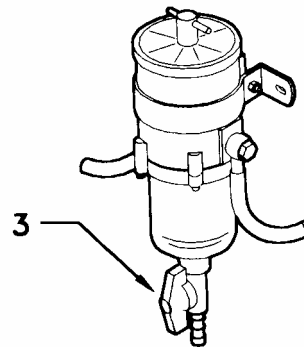

Fig. 7.6
Désserrer la colombe (3) (Fig. 7.6) placée sur la partie inférieure du bac en verre et faite sortir toute l'eau accumulée. Refermer la colombe et contrôler qu'il n'y ait pas de fuite.